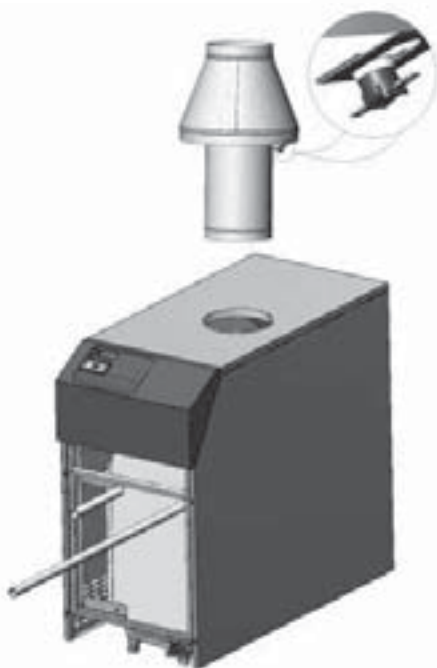

Рис. 6 Подготовка к перемещению и установке котла Smart SL/SR.
- б) вставить отрезки труб в отверстия, как показано на рис. 6;
- Пристыковать прерыватель тяги на фланец дымохода котла, как изображено на рис. 6.
- Установить термостат тяги в кронштейн кожуха прерывателя тяги, как изображено на рис. 6 .